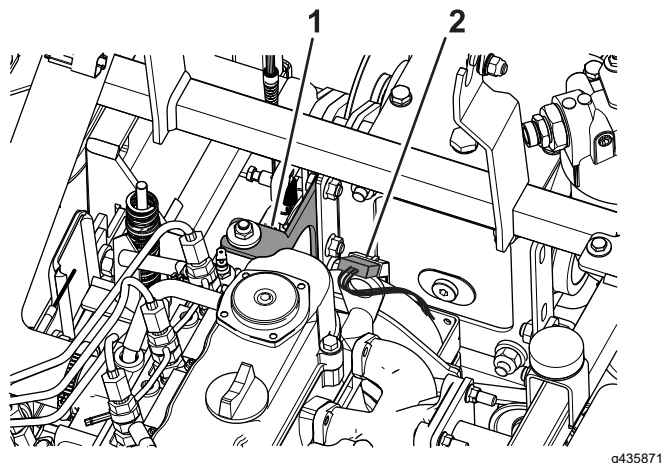

図 78
5. クラッチの配線のコネクタを外す **図 78**。
6. クラッチブラケットをフレームとクラッチに固定しているボルト3本とナット3個を取り外す **図 78**。